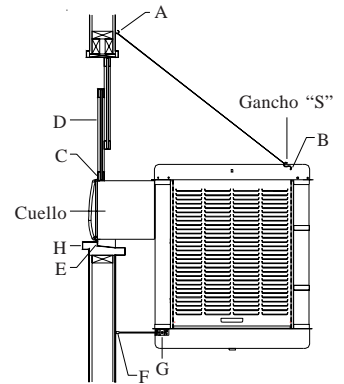

Fig. 3
- **Fije los ganchos en la pared.** Ponga los dos ganchos para la cadena arriba del cuello del enfriador, separados por una distancia equivalente al ancho de la unidad (A-fig. 3). Enganche una cadena en cada gancho y luego enganche un gancho "S" en cada cadena. **NOTA:** Los ganchos que vienen con ésta unidad tienen rosca de tornillo para madera y son para uso en paredes de madera. Las paredes de concreto o ladrillo requieren el uso de tuercas mariposas de suficiente fuerza o anclas con ganchos de acoplamiento.
- **Coloque el enfriador en la ventana.** Coloque el cuello del enfriador dentro de la ventana para que la parte inferior de la pestaña del cuello se asiente en la repisa de la ventana y la pestaña (E-fig. 3) se ajuste contra el borde de la repisa (H-fig. 3). Con la unidad situado en la ventana, enganche los ganchos "S" en los agujeros encontrado en la esquina trasera superior del enfriador (B-fig. 3).
- **Coloque la ventana detrás de la guarda de retención.** Levante la parte trasera del enfriador para que la ventana (D-fig. 3) pueda bajarse y quedar detrás de la parte superior de la guarda de retención (C-fig. 3).
- **Ajuste las patas.** Saque las patas (F-fig. 3) para que los topes de hule descansan contra el costado de la pared. Apriete el tornillo del collar (G-fig. 3).